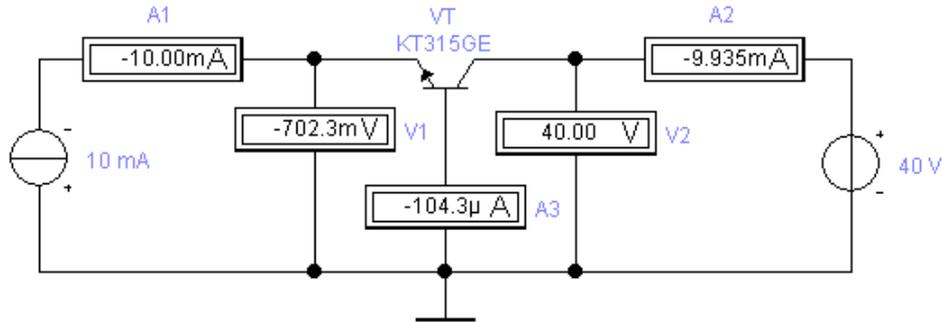

Рисунок 12.9 – Схема измерений статических ВАХ БТ в схеме с ОБ
12.4.2 Открыть файл ОБ.ewb со схемой, показанной на рис. 12.9.